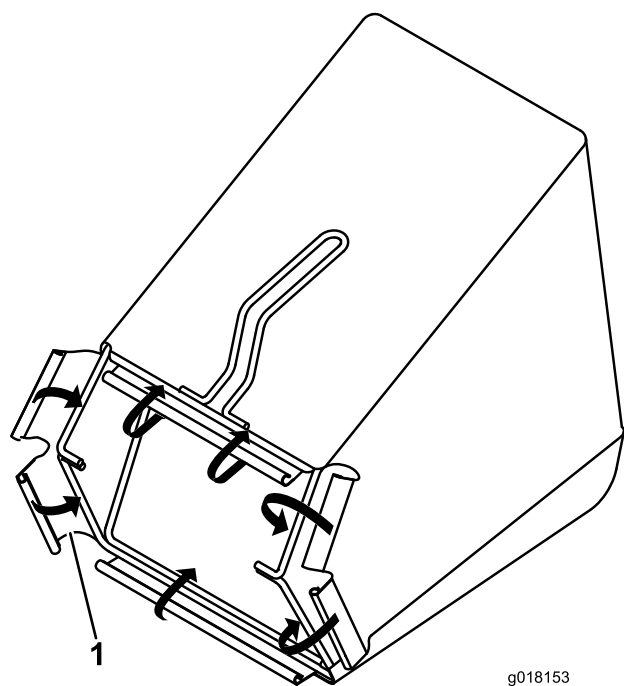

Figure 5
- Fixez les attaches en plastique au bâti du bac à herbe (Figure 5).